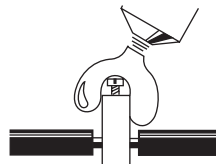

Fig 1
- För att förhindra korrosion bör alla kabelanslutningar vara avtätade med ett marint tätningsmedel, t ex vaselin, silikongummi eller fett, se fig 1.
- All wire connections and terminals ought to be sealed with a marine sealant to prevent corrosion, e g vaseline, silicon rubber or grease, see fig 1.